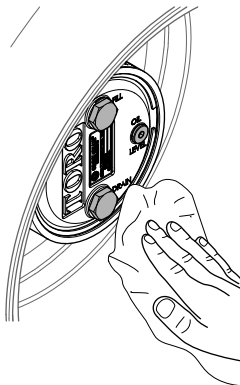

Figura 67
3. Limpie con un trapo los alojamientos del planetario y del freno (Figura 67).